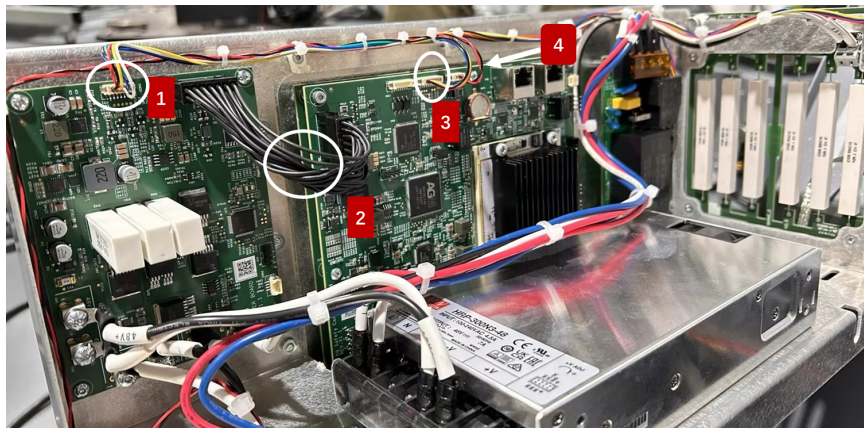

图 3-27: 电源板、刹车板到 Safe I/O 的线缆位置
6. 断开刹车板到电源板上的线缆，即图 3-27 中的 1（刹车板信号控制线）；
7. 断开电源板、刹车板到 Safe I/O 上的线缆，如图 3-27 所示；